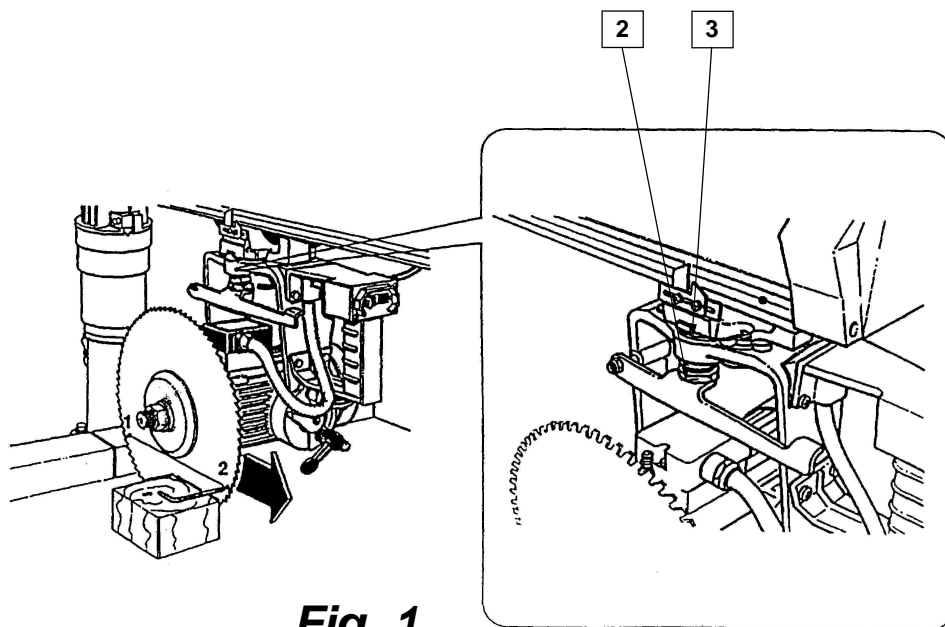
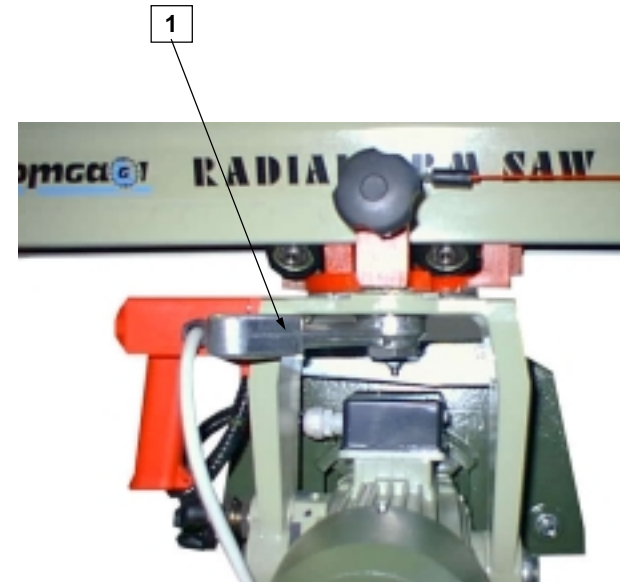

Fig. 1
Fig. 2
Questo controllo si esegue ponendo sul piano di lavoro un riscontro in prossimità della lama; e facendo scorrere il gruppo operante da un'estremità all'altra del riscontro stesso. Fig. 1. Se si rileva una differenza tra i punti 1 e 2, allentare la leva (1) Fig. 2. Utilizzando una chiave CH 32 allentare il controdado (2). Procedere alla regolazione tramite la boccia eccentrica (3) ruotandola in un senso o nell'altro fino ad annullare la differenza fra i due punti. Fig. 1. Se la lama non è parallela alle corsie di scorrimento è sottoposta ad un notevole attrito, che ne pregiudica il buon funzionamento e, di conseguenza la qualità del taglio effettuato. Finita la regolazione Ribloccare a fondo il controdado (2) e la leva (1).
This check is carried out by putting a test piece onto the work bench and letting the cutting unit run from one end of the test piece to the other. Fig. 1. If you notice a difference between points 1 and 2, loosen the lever (1) Fig. 2. Use the CH 32 wrench to loosen the locknut (2). Adjust by means of the eccentric bushing (3); turn it in one direction or the other until the difference between the two points has been eliminated. Fig. 1. If the blade is not parallel to the guides it goes subject to a considerable friction that compromises its efficiency and adversely affects the quality of the cut. After adjusting retighten the locknut (2) and the lever (1).
<p>ATTENZIONE: Questi controlli devono essere eseguiti, IN ASSENZA DI ALIMENTAZIONE ELETTRICA.</p> <p>Allentare la leva a scatto (1). Mantenendo in trazione la levetta (2) inclinare il motore sull'angolazione a 45° Fig. 1 e 2. Rilasciando la levetta (2) il motore rimarrà bloccato in questa posizione. Tagliare due listelli e verificare con una squadretta a 90° l'angolo ottenuto Fig. 3. Se si dovessero riscontrare delle anomalie si dovrà procedere alla regolazione: allentare il controdado (3) Fig. 2 con chiave CH 32 e ruotare la boccia eccentrica (4) (chiave CH 32) in un senso o nell'altro fino ad ottenere l'esatta regolazione. A regolazione ultimata riavvitare il controdado (3).</p>	<p>ATTENTION: These checks must be effected WITH THE POWER SUPPLY DISCONNECTED.</p> <p>Loosen the spring lever (1). While pulling the small lever (2) tilt the motor to its 45° position, Fig. 1 and 2. Release the small lever (2) and the motor will stay locked in this position. Cut two strips and using a 90° square check the angle obtained, Fig. 3. If you notice it is not correct, you will have to make the necessary adjustments: loosen the locknut (3), Fig. 2, with the CH 32 wrench and turn the eccentric bushing (4) (CH 32 wrench) in one direction or the other until the adjustment has been made. After adjusting, retighten the locknut (3).</p>